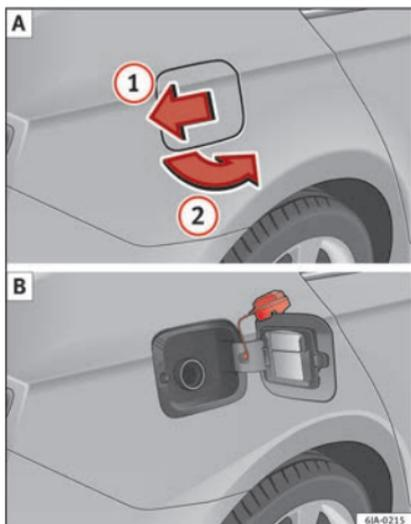

Fig. 49 Lato posteriore destro del veicolo: sportellino del serbatoio/sportellino del serbatoio con il tappo svitato.
- Premere sullo sportellino del serbatoio nel senso della freccia ① » **fig. 49 A** e aprirlo seguendo il senso della freccia ②.
- Agganciarlo al bordo superiore dello sportellino del serbatoio » **fig. 49 B**.